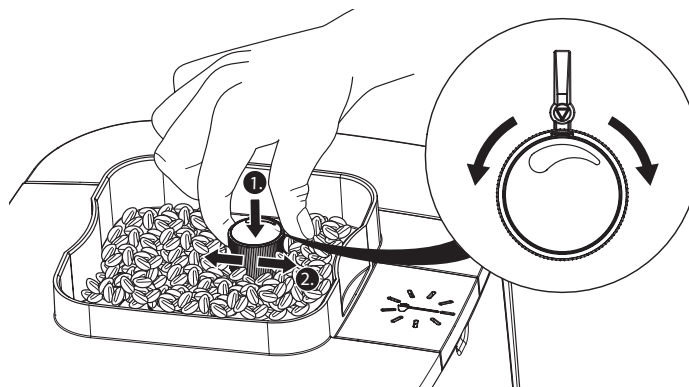

bild 8: Val av malkvaliteten
5. Ställ nu in bönornas malningsgrad med malgradsregulatorn. Tryck ned malgradsregulatorn och vrid den (bild 8)